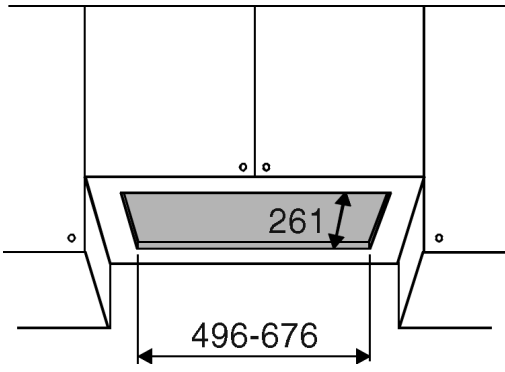

Fig. 9
1. Sur la base inférieure du meuble, effectuez la découpe nécessaire afin d'insérer l'appareil - fig.9.